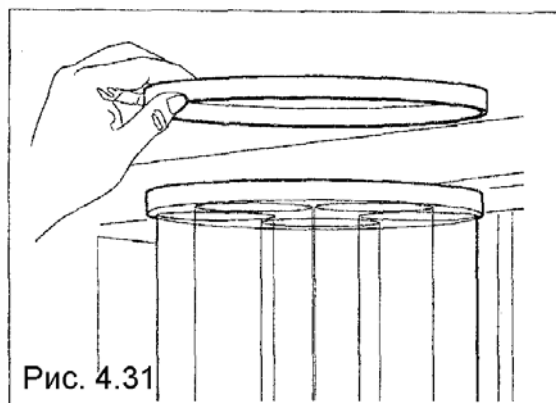

Рис. 4.31
- Установите крышку поворотного приспособления на место и защелкните (рис. 4.31).